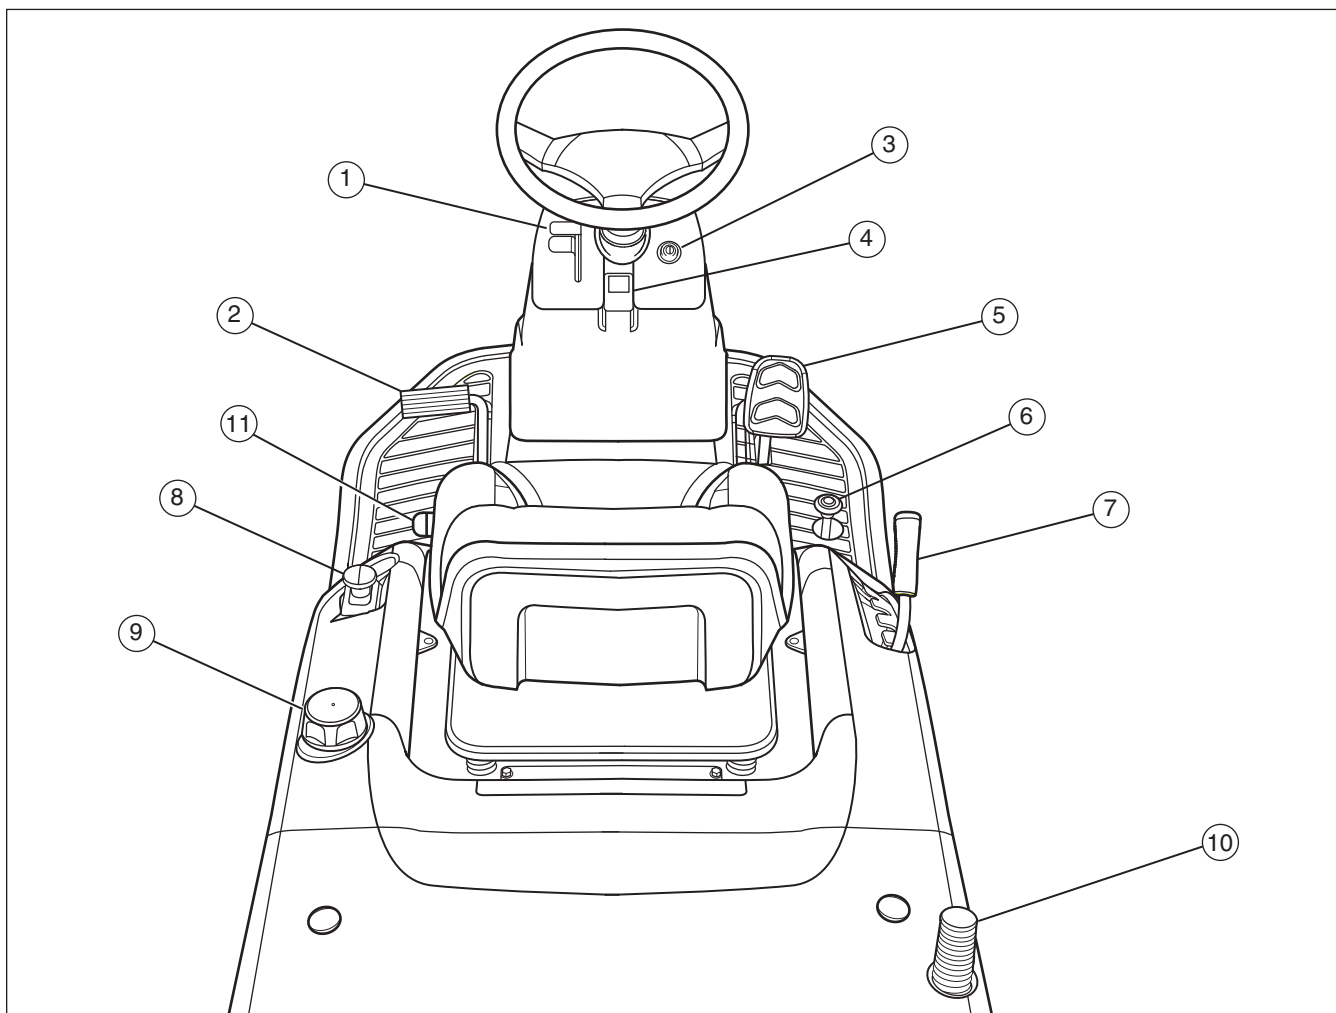

Figura 7
**Palanca de control de la mariposa (1):** Use la palanca de control de la mariposa para aumentar o disminuir la velocidad del motor (consulte la **Figura 7**). Mueva la mariposa hacia arriba para aumentar la velocidad del motor y hacia abajo para disminuirla. Siempre opere a TODA MARCHA.
**Pedal del embrague/freno (2):** El pedal tiene dos funciones. La primera es un embrague. La segunda función es un freno.
**Interruptor de encendido (3):** Use el interruptor de encendido para arrancar y detener el motor. Nunca deje el interruptor de encendido en la posición MARCHA con el motor detenido. Esto agota la batería.
**Perilla del freno de estacionamiento (4):** La perilla del freno de estacionamiento se usa para accionar el freno de estacionamiento cuando se detiene el tractor. Presione completamente el pedal del freno y levante la perilla para accionar el freno de estacionamiento.
**Acelerador (5):** El acelerador del tractor controla la velocidad de avance del tractor. Presione el pedal para aumentar la velocidad de avance.
**Acelerador de reversa (6):** Use el pedal de reversa para controlar la velocidad de reversa del tractor.
**Palanca elevadora (7):** La palanca elevadora controla la altura de corte del cortacésped. Existen seis niveles de altura de corte disponibles (1 - Altura de corte mínima, 6 - Altura de corte máxima).
**Control de rotación de la cuchilla (8):** Use el control de rotación de la cuchilla para comenzar y detener la rotación de la cuchilla. Levante el interruptor para enganchar el control de rotación de la cuchilla y presiónelo para desengancharlo.
**Depósito de combustible (9):** Para abastecer combustible, retire la tapa de llenado. Asegúrese de dejar espacio para la dilatación térmica.
**Manilla del ensacador de césped (10):** La manilla del ensacador de césped abre el ensacador, de modo que se pueda vaciar y cerrar para cortar el césped.
**Palanca de ajuste del asiento (11):** Levante la palanca para ajustar la ubicación del asiento. Suelte la palanca para bloquear el asiento en su lugar.